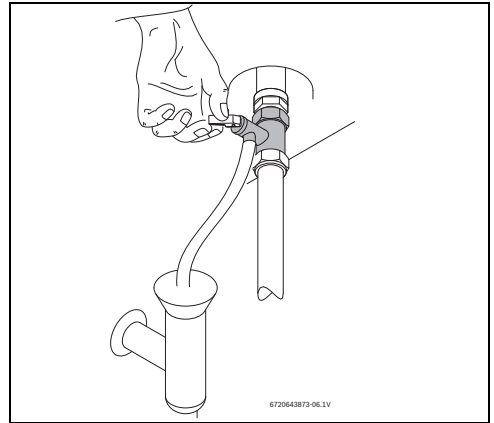

Fig. 14 Aacionamento manual da válvula de segurança
- ▶ Abrir a válvula de segurança (Fig. 14).
- ▶ Abrir manualmente a válvula de segurança pelo menos uma vez por mês (Fig. 14).